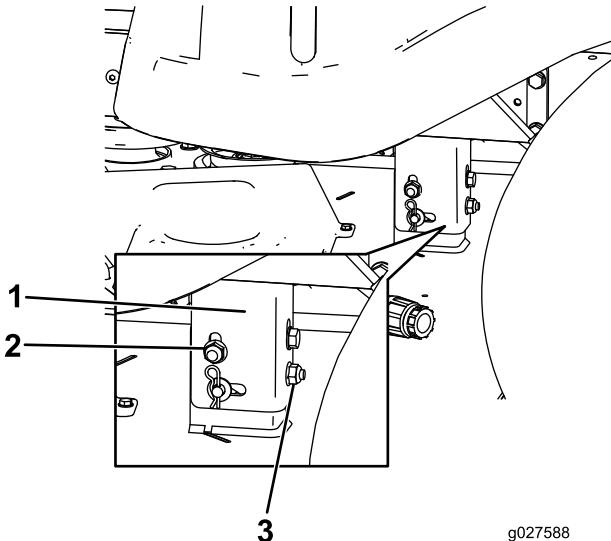

**Figure 52**
4. Faites pivoter la ou les lames avec précaution pour qu'elles soient toutes parallèles (Figure 52).
5. Mesurez la distance entre les tranchants extérieurs et le sol plat (Figure 52). Si les deux mesures diffèrent de plus de 5 mm (3/16 po), un réglage s'impose. Poursuivez la procédure.